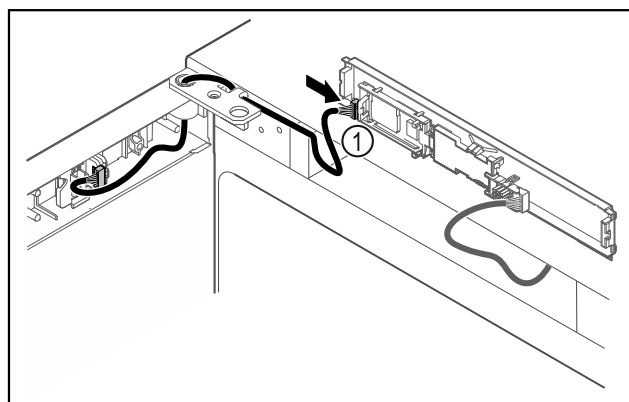

Fig. 42
- Natakните utikač Fig. 42 (1) na tiskanu pločicu.